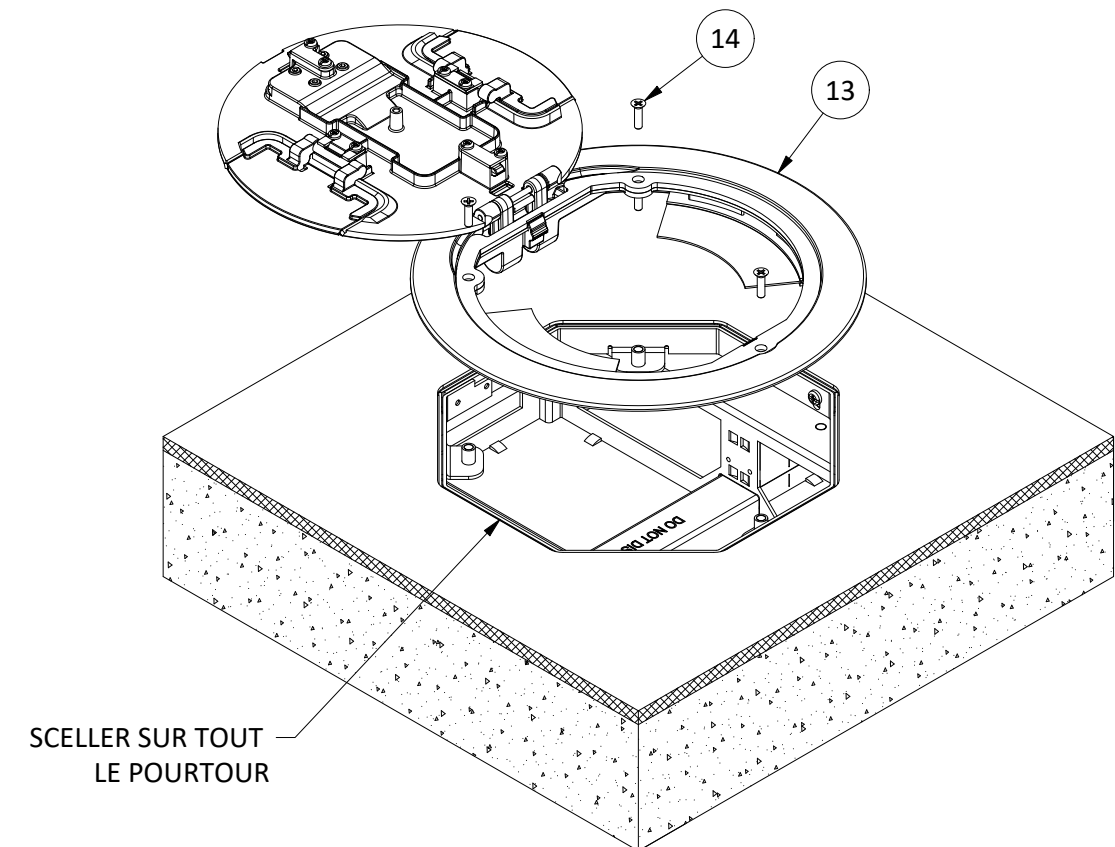

FIGURE 4
17. Seal the gap around the cover support collar [11] with a continuous bead of electrical grade type RTV silicone sealant (SEE FIGURE 4).
17. Obturer le jeu autour du collier de soutien du couvercle [11] avec un cordon continu de silicone de type RTV pour applications électriques (CONSULTER LA FIGURE 4).